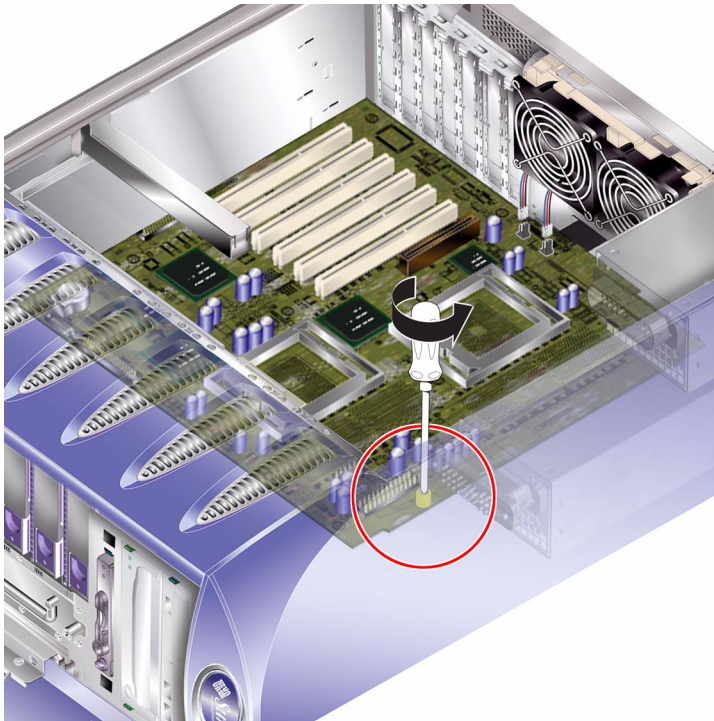

РИС. 1-22 Местоположение крепежного винта системной платы
11. Ослабьте крепежный винт системной платы. См. РИС. 1-22.